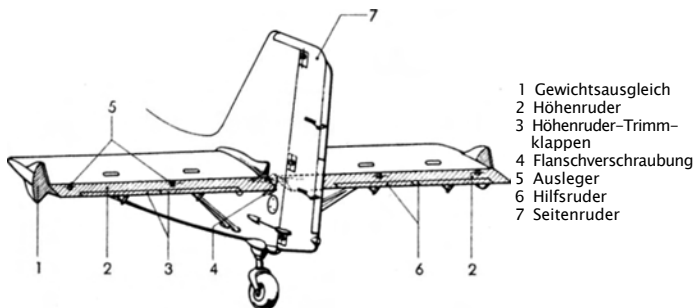

Abb. 3 Höhenruder
Das Höhenruder (Abb. 3) (2) ist in zwei Hälften unterteilt, die durch eine Flanschverschraubung (4) verbunden sind. An der Flosse ist das Ruder an fünf Auslegern (5) in Kugellagern gelagert.